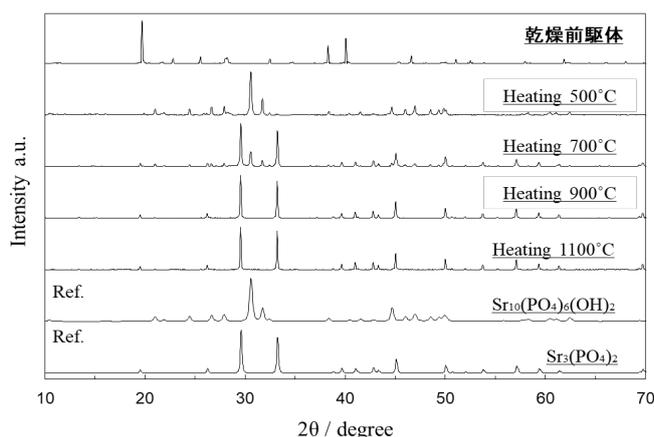

図1. $\text{Al}_2\text{Sr}_6\text{Cs}_2(\text{PO}_4)_6(\text{OH})_2$ を目的物質として作製した乾燥前駆体の各焼成温度における XRD パターン
3. 結果・考察 各焼成温度で6時間焼成した乾燥前駆体の XRD パターンを図1に示す。500°Cで加熱した場合、アパタイトの特徴的なピークが確認された。